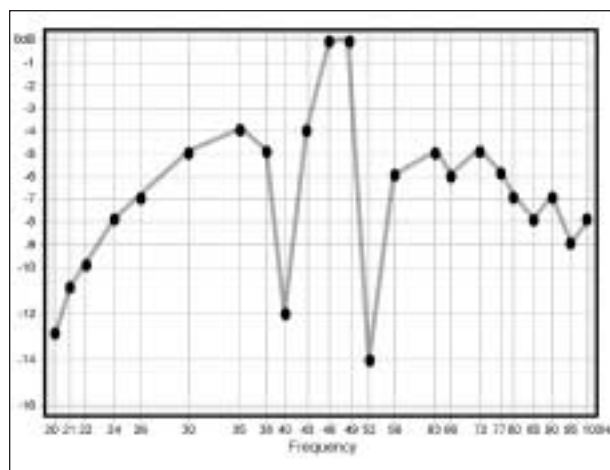

FIGURE 29
1. Choisissez une nouvelle position pour le test : sur le CD, repérez la piste correspondant à la fréquence centrale du pic de chute. Dans l'exemple de la Figure 29 il s'agirait des pistes 14 (52Hz) et 18 (40Hz). Pressez **Play** ►. Vous voyez apparaître une valeur très proche de la précédente. Maintenant, déplacez lentement le sonomètre dans un rayon de 30 cm par rapport à la position test initiale. Observez l'afficheur du sonomètre : les fluctuations de niveau sont importantes. Trouvez un point où le niveau est similaire à celui des points test immédiatement adjacents. Déplacez-le aussi dans le plan vertical. Les chutes de réponse peuvent être orientées selon n'importe quel axe. L'endroit où le niveau est similaire à celui des points adjacents sera votre nouveau point test.